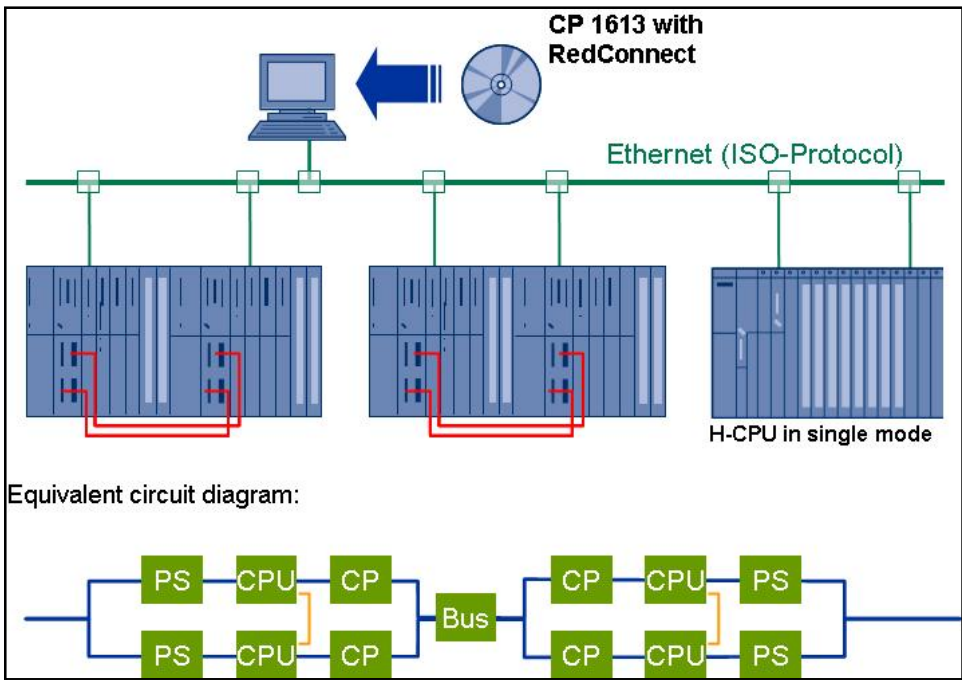

图 3-3 H 系统以太网结构(三)
(3)在 H 系统的每个机架上分别插入 1 块 CP443-1 组成单以太网,如图 3-3 所示: